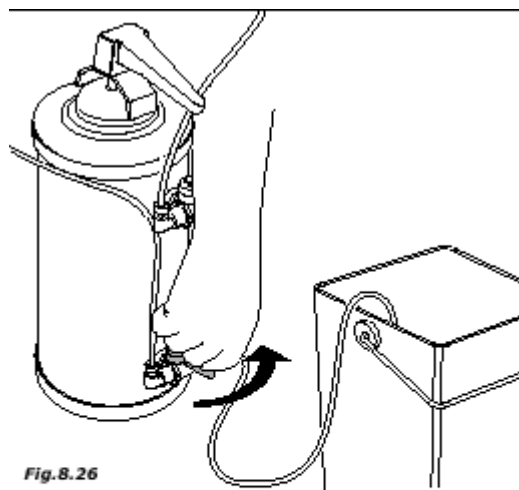

Fig. 8.26
- поверните нижний вентиль. Опустите соответствующий шланг в ведро или слив (рис. 8.26).